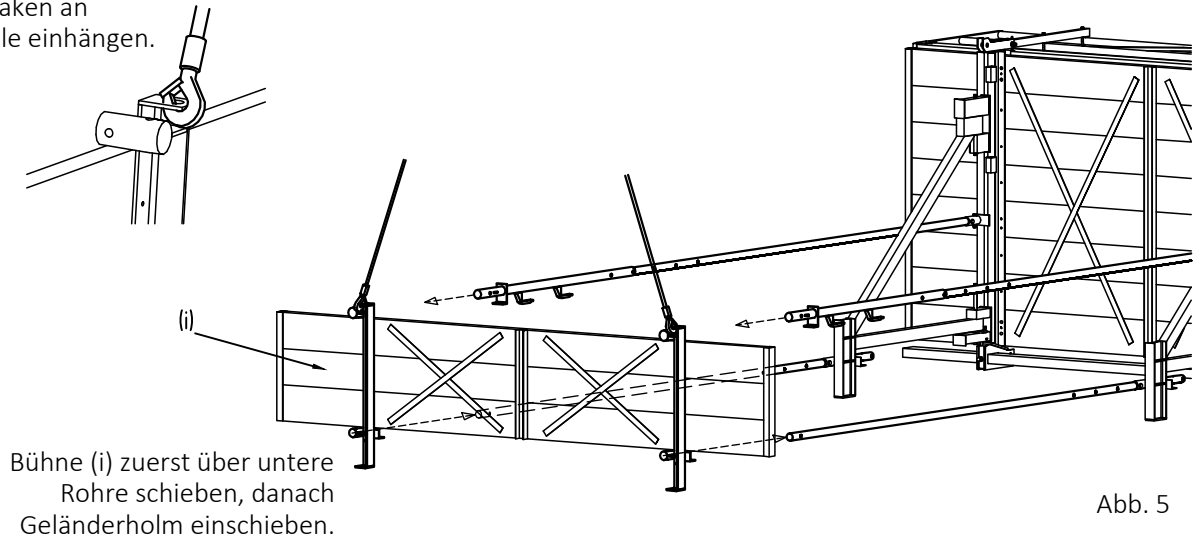

Abb. 5
- 5 Untere Bühne (i) [Teil-Nr. 557258] an Kran anhängen und leicht abheben. Untere Bühne zuerst über untere Rohre schieben, dann Geländerholm in obere Hülzen der Bühne schieben (s. Abb. 5).